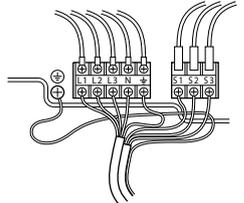

Fig. 6-2
### 6.1. Dış ünite (Fig. 6-1, Fig. 6-2)
- 2 Fig. 6-1 ve Fig. 6-2'ye bakarak kabloları bağlayın.